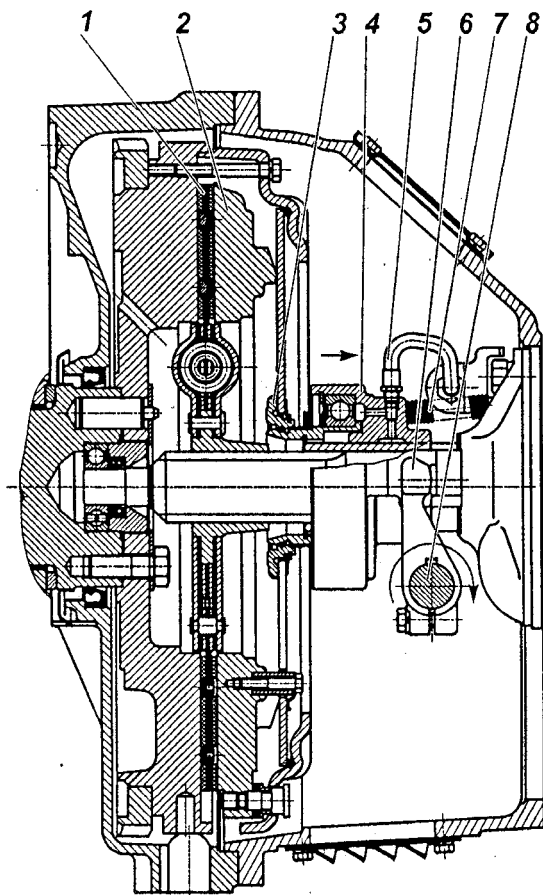
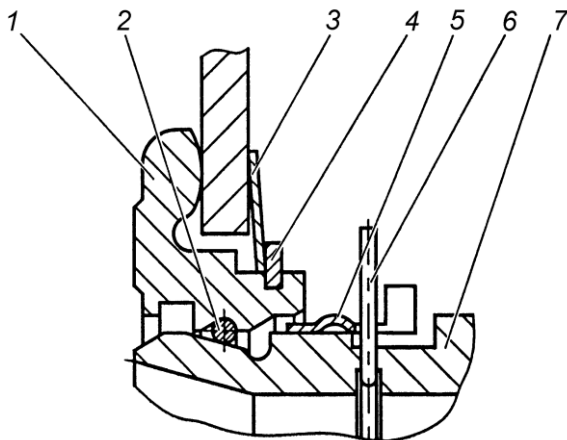

Рисунок 89 – Сцепление:
Рисунок 91 – Запорное устройство:
Диафрагменное сцепление (рис. 89) состоит из ведущих и ведомых частей, а также деталей механизма выключения сцепления, устанавливаемых в картер сцепления.
Механизм выключения сцепления состоит из муфты 4 (рис. 89) с подшипником, вилки 6 и валика 8. Муфта соединена через упорное кольцо 3 с диафрагменной пружиной с помощью запорного устройства.
Оттяжная пружина 7 (рис. 89) исключает проворот и осевые перемещения втулки 7 (рис. 91) относительно упорного кольца 1 (рис. 91). По мере износа фрикционных накладок муфта выключения сцепления 4 (рис. 89) перемещается вместе с пружиной в сторону маховика, при этом конструкция привода выключения сцепления автомобиля или другого транспортного средства обеспечивает поворот вилки 6 (рис. 89) по часовой стрелке после выбора зазора между лапками вилки и муфтой за счет периодической регулировки привода или постепенный поворот за счет конструкции гидропривода.
Конструкция запорного устройства показана на рис. 91. Она включает в себя упорное кольцо 1, втулку подшипника муфты 7 с фасонной канавкой, пружинное кольцо 2 круглого сечения, а также замковое кольцо 5. Упорное кольцо 1 устанавливается на диафрагменную пружину при сборке нажимного диска с кожухом и удерживается за счет пружинной шайбы 3 и стопорного кольца 4. На рисунке муфта заперта (соединена) с упорным кольцом. Внутри втулки подшипника муфты 7 установлено предохранительное кольцо 6, имеющее снаружи выступающий ус, препятствующий случайному рассоединению муфты выключения сцепления и упорного кольца 1.
Выключение сцепления обеспечивается поворотом вала по часовой стрелке. Допустимое направление перемещения муфты и поворота вала для выключения сцепления показано на рис. 89 стрелками. Перемещение муфты и поворот вала в обратном направлении не допустимо.
- 5 С помощью специальной оправки сцентрировать кольцо 3 (рис. 89) относительно оси коленчатого вала двигателя.
- 2 Убедиться что муфта выключения сцепления отведена до упора в крышку подшипника первичного вала коробки передач пружиной 7 рис. 89.
- 4 Совместить полукруглый паз на муфте выключения сцепления в передней ее части с выступающим усом предохранительного кольца 6 (рис. 91) и, утопив его каким-либо предметом, удерживать в утопленном положении через центральное отверстие муфты выключения сцепления.